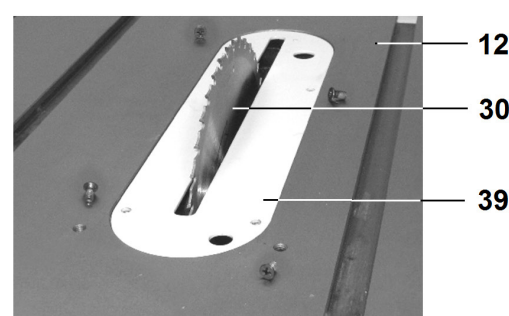

Рис.19
8.5.4. Если предстоит выполнять несквозное пиление (выборка паза и т.п.), опустите расклинователь (37) максимально вниз, ниже поверхности рабочего стола (12). На рабочий стол (12) установите вставку (39), Рис.19. Вставка (39) монтируется в замок и на магните, высота регулируется через отверстия в вставке (39) поднятием или опусканием опорных винтов.